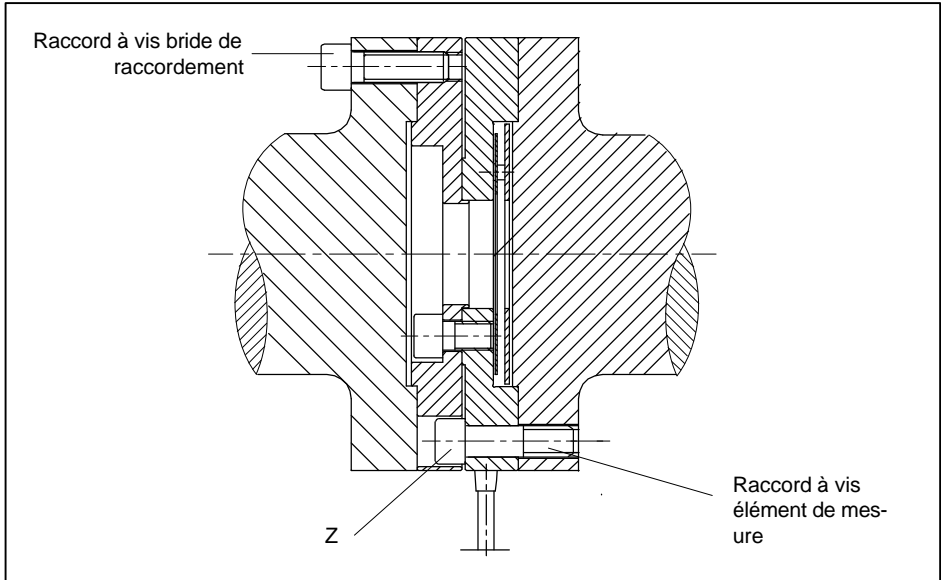

Fig. 5.3 Raccord à vis de l'élément de mesure
Les têtes de vis (Z) (voir Fig. 5.3) ne doivent pas toucher la bride de raccordement.